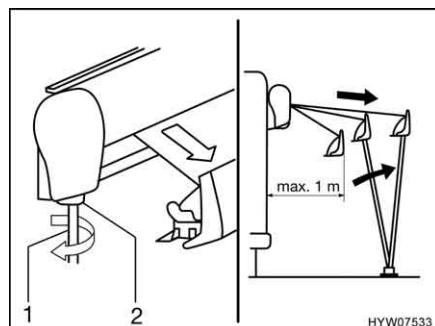

Fig. 36 Estrazione della tenda
- Inserire la manovella (Fig. 36,1) nel supporto a baionetta (Fig. 36,2) della tenda e girarla in senso antiorario.